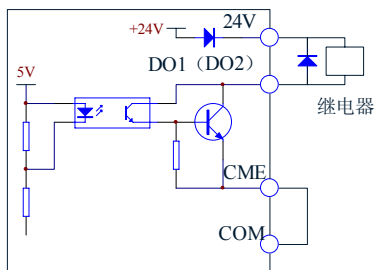

图 3-25 多功能输出端子接线方式1
- 1) 多功能输出端子D01, D02可使用变频器内部的24V电源, 接线方式请参见图3-25。